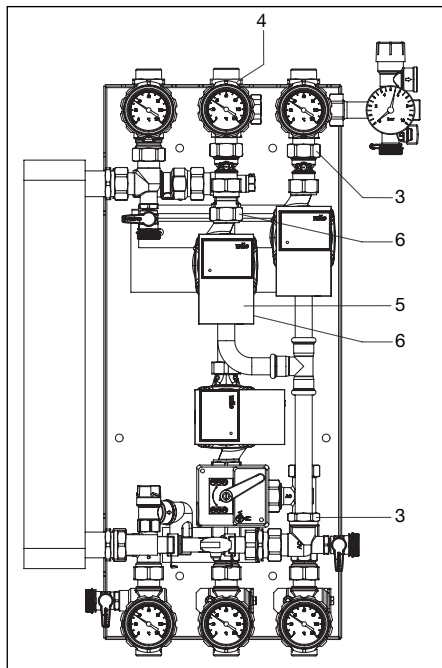

Fig. 5.3 Installare la pompa a disposizione
3. Installare la pompa a disposizione (Fig. 5.3)